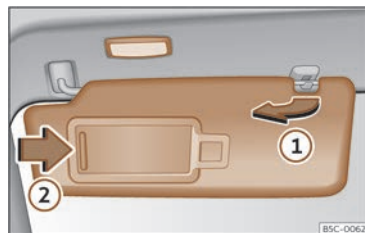

Fig. 104 Para-sol.
- El para-sol es pot extreure de la fixació i girar-lo cap a la porta»» fig. 104 ①